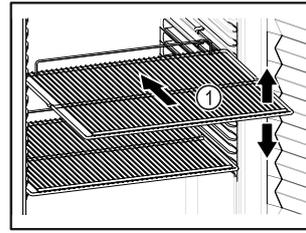

Fig. 47 Représentation à titre d'exemple
- Lorsque les grilles de support Fig. 47 (1) peuvent être déplacées, changez leur position en fonction de la hauteur des aliments.